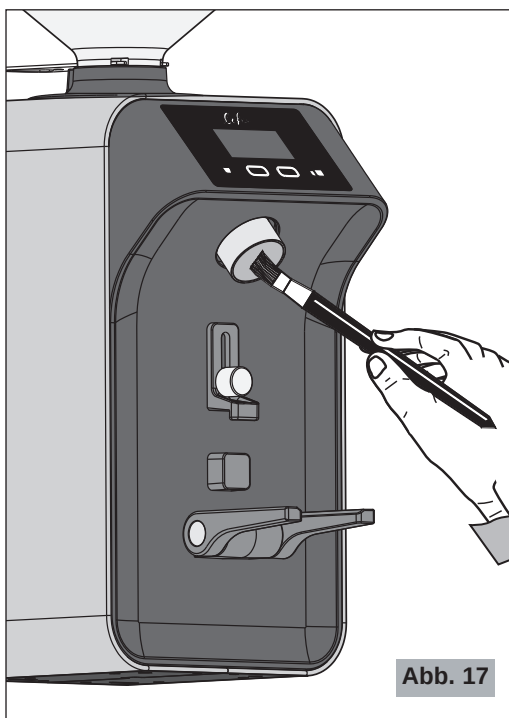

Abb. 17
- Für schwer zugängliche Bereiche eine Bürste oder Pinsel (Abb. 17) zur Reinigung benützen und für die anderen Oberflächen ein trockenes Tuch.